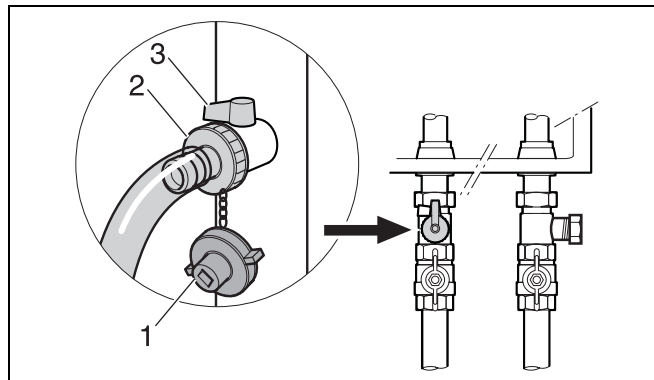

Fig. 4 Rubinetto di carico e scarico
- Svitare il tappo (fig. 4, pos. 1) del rubinetto di carico e scarico (accessori) (fig. 4, pos. 3).
- Avvitare il portagomma (fig. 4, pos. 2) sul rubinetto di carico e scarico.
- Aprire il rubinetto di carico e scarico (fig. 4, pos. 3).
- Una volta raggiunta la pressione dell'acqua consigliata di 1,5 bar ("P1.5"), chiudere il rubinetto dell'acqua e il rubinetto di carico e scarico (fig. 4, pos. 3).